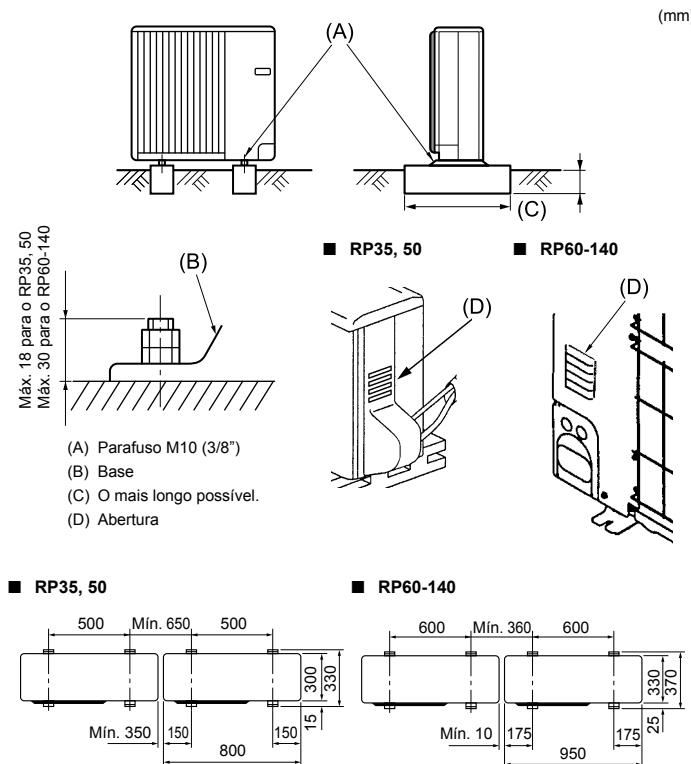

Fig. 3-1
• Certifique-se de instalar a unidade numa superfície firme e nivelada para evitar estrépitos durante a operação. (Fig. 3-1)